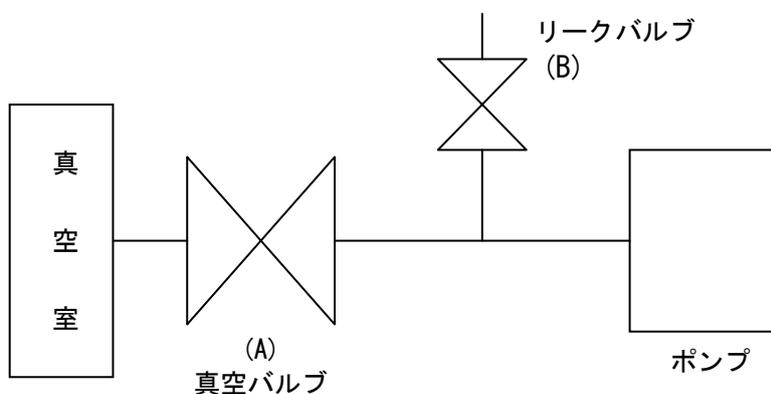

図4. 真空室と基本的な配管接続図
- (2) 真空室とポンプの間には、図4. のように、真空バルブ(A)及びリークバルブ(B)を取り付けて下さい。
リークバルブ(B)を閉じ、吸気口につながる真空バルブ(A)を開いてポンプのスイッチを“ON”にして運転を開始して下さい。ポンプが排気を始めます。(図4. 参照)
まず真空バルブ(A)を閉じ、速やかにリークバルブ(B)を開いてポンプのスイッチを“OFF”にします。(図4. 参照)